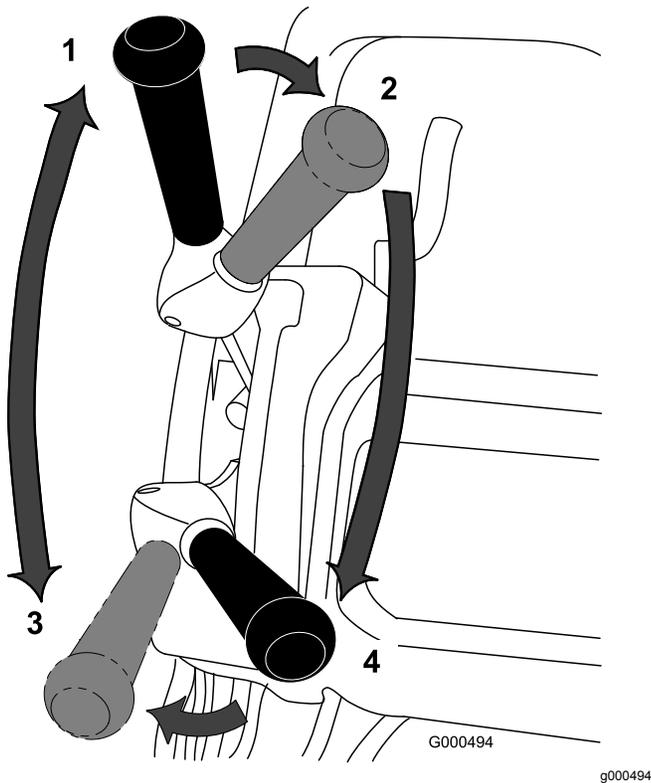

图 32
1. 启动发动机将油门设置为低速向下推动手柄以提起滚刀组压低操作员到位控制装置将牵引和滚刀驱动接合杆移至前进行驶位置使机器行驶到果岭的环圈上图 32。
2. 将接合杆移至空档位置图 32。
- 将接合杆移至牵引——空档位置和滚刀驱动——分离位置图 32。
- 将牵引杆移至牵引——前进和滚刀驱动——接合位置图 32 增加油门速度直至机器按照所需的地面行驶速度行驶将机器行驶到果岭上将滚刀组放低到地面上然后开始剪草。